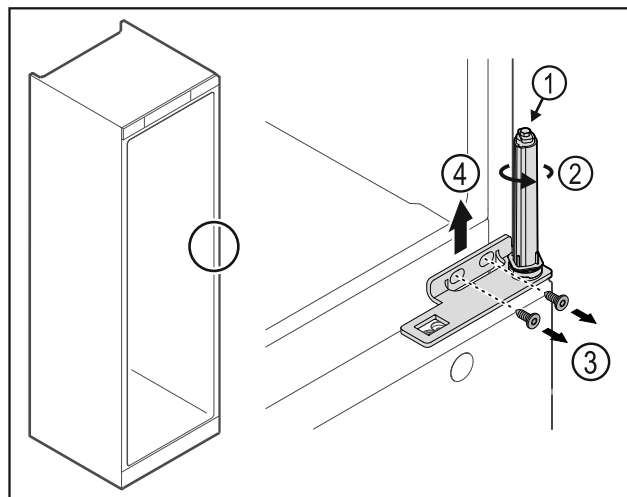

Fig. 34
- Ne pas désassembler le système de fermeture de la porte Fig. 34 (1).
- Tourner le système de fermeture Fig. 34 (2) jusqu'à entendre un clic.
- Desserrer les vis Fig. 34 (3) et retirer l'équerre de charnière Fig. 34 (4) par le haut.